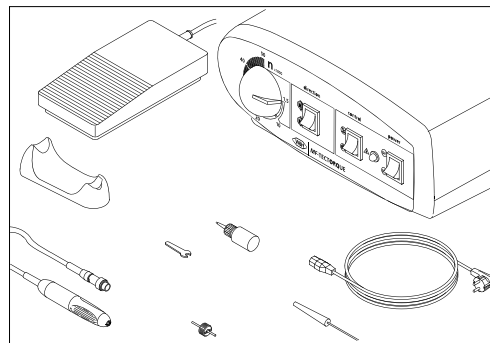
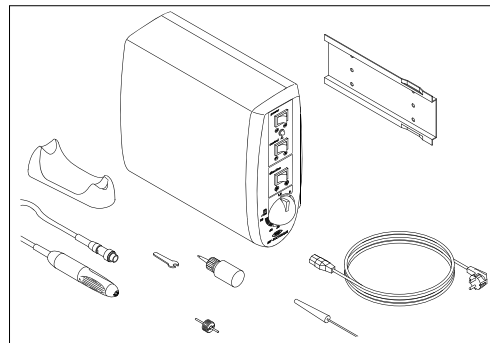

Рисунок 5
Рисунок 6
- Настольный блок управления (рис. 5) / коленный блок управления (рис. 6)